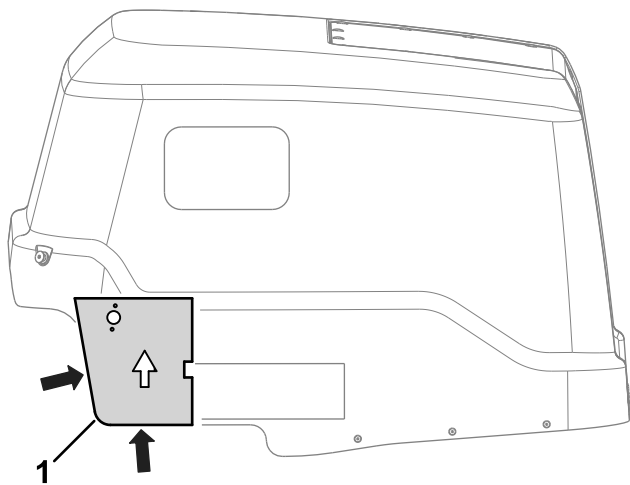

Bild 1
2. Richten Sie die Schablone an der Haube aus, wie in Bild 1 abgebildet.